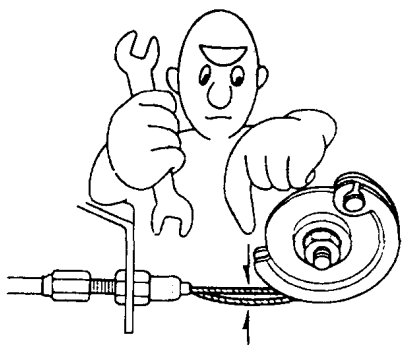

图 1-20 检查每一个零件安装是否正确
② 不得将不同品牌的液体混合使用,因为它们之间可能不相容。
③ 不得重复使用已排出的制动液。
④ 因为制动液会损伤漆面或树脂表面, 所以, 要特别注意不要溅到类似表面上。如果意外溅出, 应立即用水或温水予以冲洗。
⑤ 在断开制动软管或制动管后, 应塞住开口, 确保制动液不会流失。
⑥ 所有拆卸的零件均必须用洁净的制动液进行清洗, 用压缩空气吹扫所有孔与通路。
⑦ 避免卸下的零件接触空气携带的灰尘和摩擦物质。
⑧ 在组装前, 检查并确认零件是洁净的。
13) 组装时, 如图 1-20 所示, 应检查每一个零件的安装是否正确, 工作是否正常。